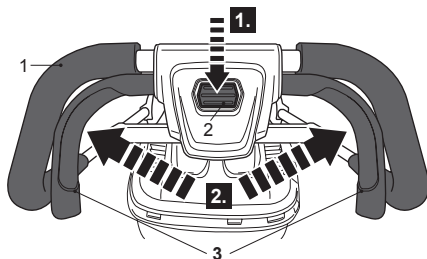

Fig. 23
- > Certifique-se de que a alavanca de arranque (3) é solta.
- > Prima o botão de bloqueio (2) e fixe-o na posição (Fig. 23, passo 1).
- > Aperte a alavanca de arranque (3) na direção da pega (1) para ligar o produto (Fig. 23, passo 2). Segure a alavanca de arranque (3) na posição durante a operação.
- > Solte o botão de bloqueio (2) assim que o produto esteja em funcionamento.
- > Solte a alavanca de arranque (3) para desligar o produto.